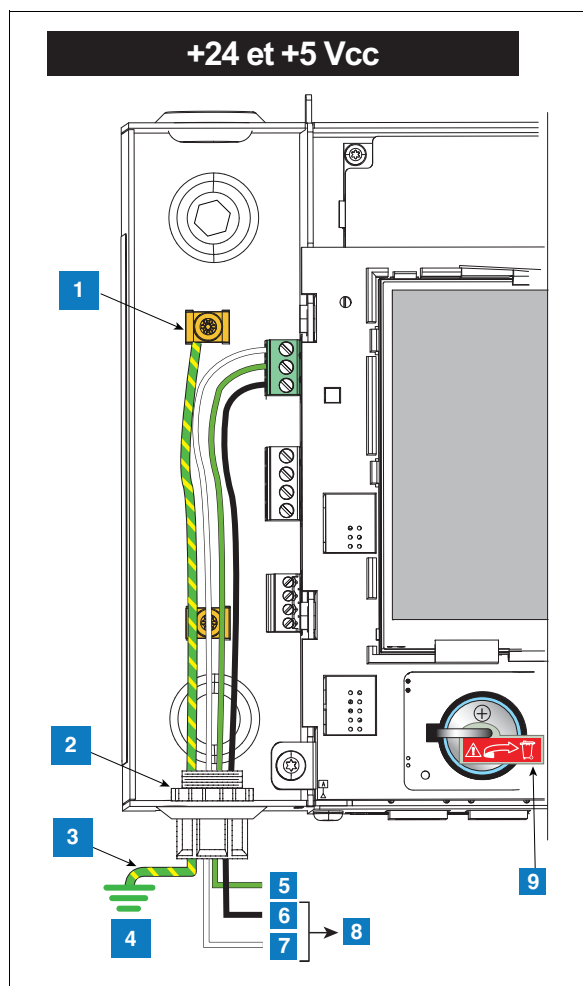

Figure 7. Câblage d'alimentation CC à la console
2. Raccordez les fils d'alimentation CC comme illustré à la Figure 7.
LÉGENDE DE LA Figure 7